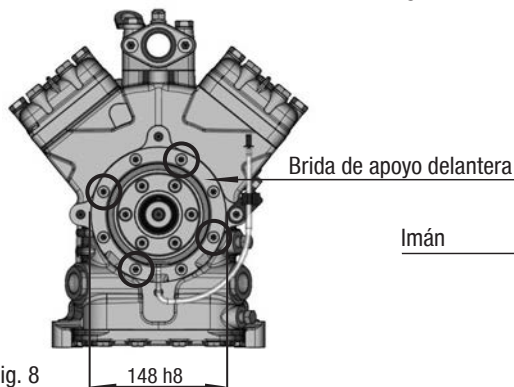

Fig. 8
- Para fijar el imán del acoplamiento electromagnético, la brida de apoyo delantera cuenta con asiento de ajuste $\varnothing 148 \text{ h8}$ (véase fig. 8).
- Para montar el imán, aflojar 4 tornillos cilíndricos M8 de la brida de apoyo (véase fig. 8).